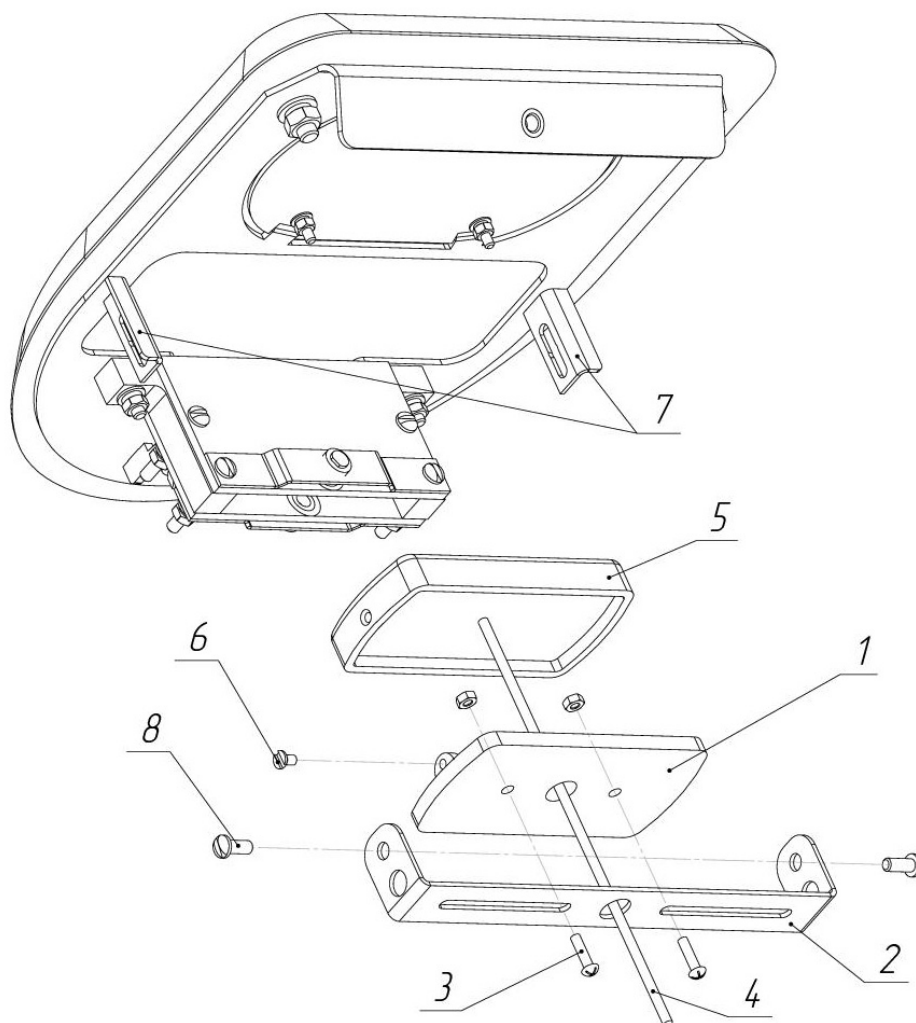
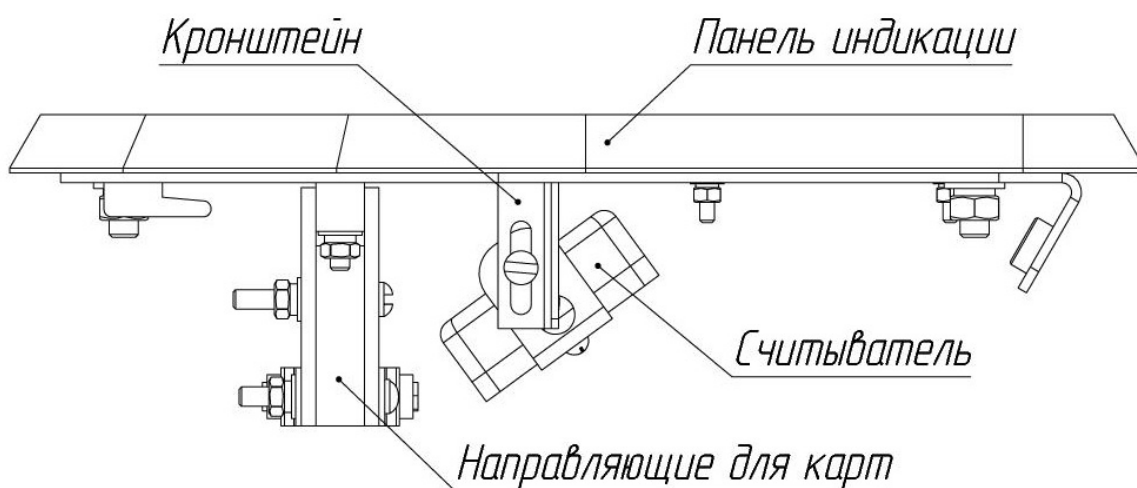

Рис. 18. Схема установки считывателя бесконтактных карт
Рис. 19. Рекомендуемый вариант установки считывателя бесконтактных карт
6.5.3. Выкрутите 2 винта М4 (8, рис. 18) и снимите универсальный кронштейн для считывателей (2, рис. 18).
6.5.4. Разберите считыватель, выкрутив винт М3 (6,рис. 18), и установите его нижнюю часть (1, рис. 18) на кронштейн, используя крепеж (3,Рис. 18).
6.5.5. Заведите кабель считывателя (4,рис. 18) в отверстие кронштейна, установите верхнюю часть считывателя (5,рис. 18). Закрутите винт М3 (6,рис. 18).
6.5.6. Зафиксируйте кронштейн на держателях (7, рис. 18), используя винты М4 (8, рис. 18). Рекомендуется устанавливать считыватель под углом 40...50° к направляющим для карт (рис. 19). В этом случае гостевые и постоянные карты будут считываться одинаково хорошо.